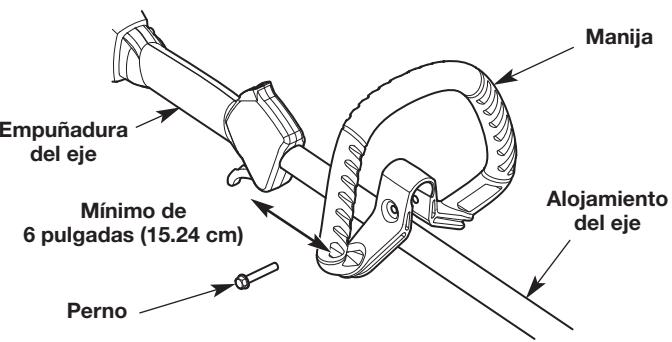

Fig. 2
- Oprima la manija hacia abajo sobre el alojamiento del eje (Fig. 2). El orificio del perno de la manija debe quedar a la derecha.
- Inserte el perno en el orificio del perno y oprímalos para que pase a través de él (Fig. 2). Apriete el perno con una llave tubular de 3/8" pero no apriete por completo.
- Mientras sujetas la unidad en la posición de funcionamiento (Fig. 9), desplace la manija hasta la ubicación que le ofrece el mejor agarre. Ubíquela como mínimo a 6 pulgadas (15.24 cm) del extremo de la empuñadura del eje (Fig. 2).
- Afloje el perno con una tubular de 3/8" (Fig. 2).